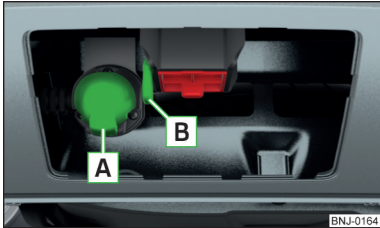

Abb. 257
- › Den Stecker des Anhängers (des Zubehörs) in die 13-polige Steckdose **A** einstecken » Abb. 257. (Wenn der Anhänger/das Zubehör über einen 7-poligen Stecker verfügt, ein entsprechendes Reduktionsstück aus dem ŠKODA Original Zubehör verwenden).